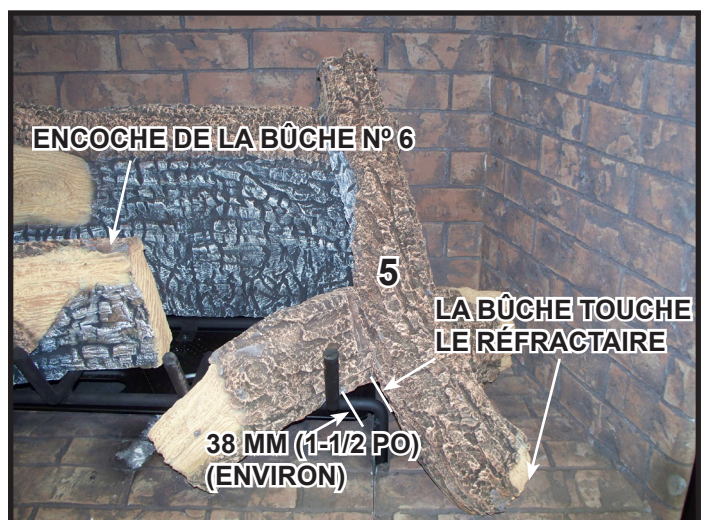

Figure 11.
**Bûche n° 5 (2285-705)** : Localisez la zone d'encoche de la bûche n° 1 qui sera utilisée pour positionner la bûche n° 5. Voir la figure 2. Placez la bûche n° 5 dans l'appareil avec le rebord « brûlé » face au centre de l'appareil. Voir la figure 11. La bûche reposera sur la base réfractaire et devrait se trouver à environ 38 mm (1-1/2 po) la dent de grille droite. Le centre de la bûche doit reposer sur la rainure de la bûche n° 3 et le sommet de la bûche n° 5 devrait reposer sur l'encoche de la bûche n° 1.